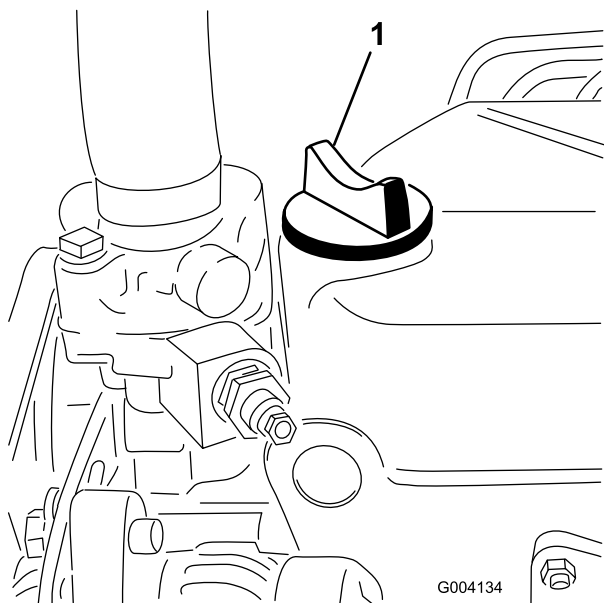

图29
5. 如果油位低于“已满”标记，应取下加油盖 (图29)，添加机油，直至油位达到量油尺上的“已满”标记。